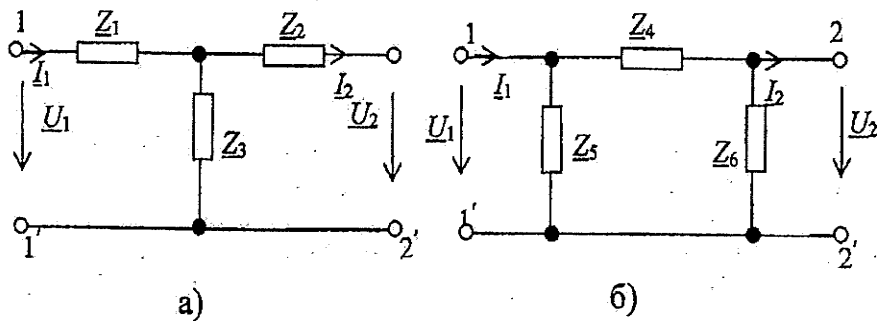

Рис. 3.2
Пассивный линейный четырехполюсник можно заменить Т- или П-образной схемой замещения (рис. 3.2 а,б).
2. Определить комплексное входное сопротивление четырехполюсника при прямом питании в режиме холостого хода и короткого замыкания, схема которого приведена на рис. 3.2,а. Сравнить результат с данными табл. 3.1.